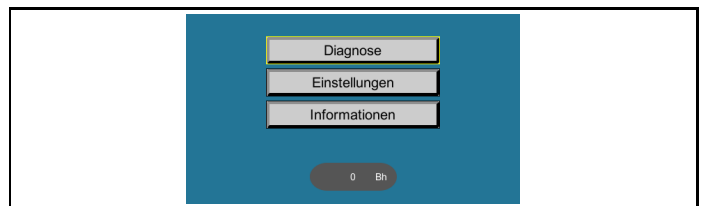

Abb. 5-48: Grundbild Diagnose, Einstellungen und Informationen
1. Wahlschalter (2) in Position "4" (Diagnose, Einstellungen und Informationen) stellen.
- Es erscheint das Grundbild "Diagnose, Einstellungen und Informationen" (Abb. 5-48) auf dem Info- und Bedienterminal (1).